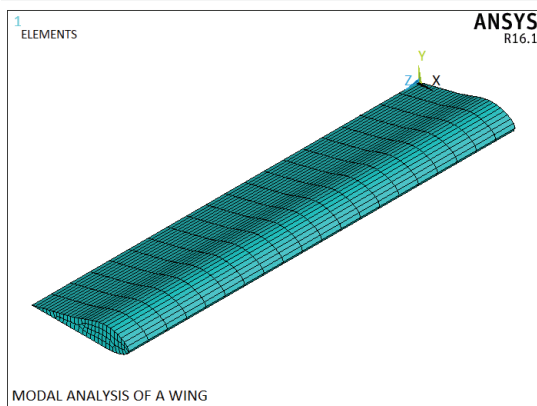

图 4-12 创建的机翼有限元模型
③ 技巧: 此操作的目的是设置视图显示方向, 可通过单击快捷菜单中的  图标执行此命令。
13) 选择 Utility Menu | Plot | Elements 命令, ANSYS 显示窗口将显示机翼的有限元模型, 如图 4-12 所示。